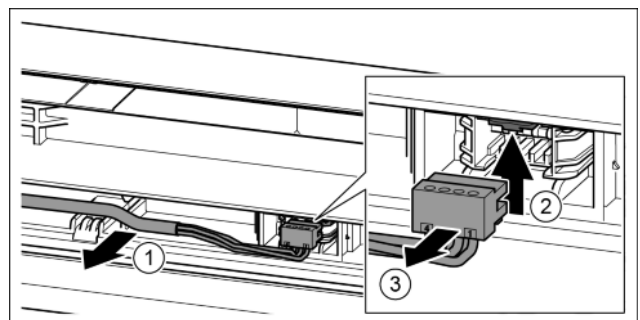

Fig. 18
- ▶ Graues Kabel vorsichtig aus der Führung in der Tür lösen. *Fig. 18 (1)*
- ▶ Lasche nach oben drücken. *Fig. 18 (2)*
- ▶ Stecker vorsichtig herausziehen. *Fig. 18 (3)*